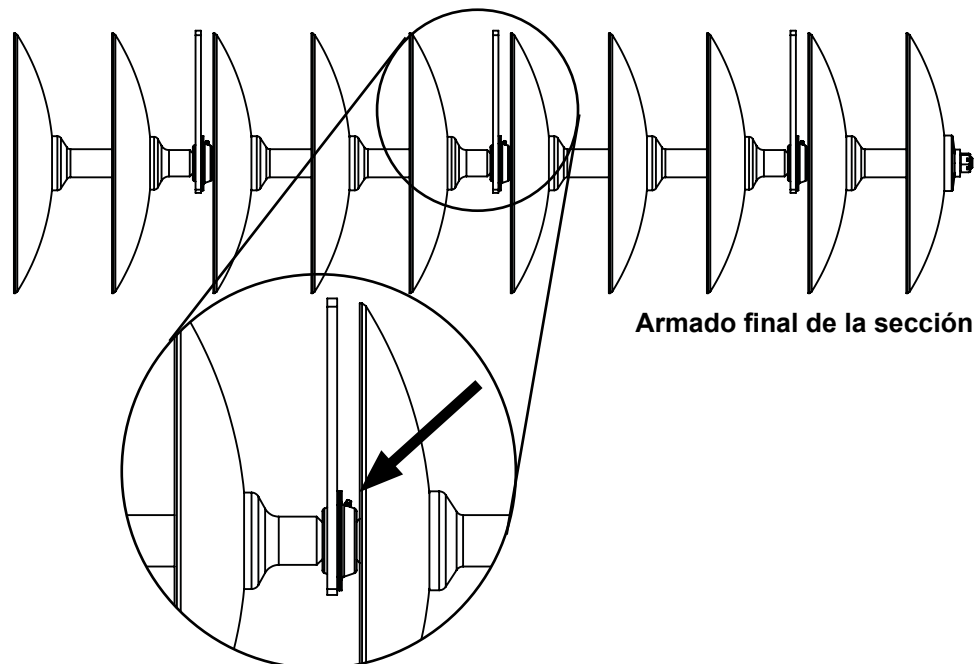

Imagen 2.1 - Posición adecuada de la grasera
3. Es importante colocar al inicio y final, tuerca castillo (10), asegurándola con la chaveta recta de 3/16".
6. Para un correcto ensamble de pierna, rodamiento a la sección de discos es importante la posición de los mismos componentes como se muestra en la imagen 2.1.